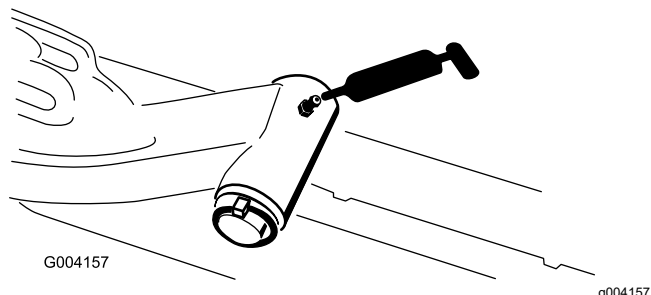

**Figura 66**
- Pivotal pentru cadrul de susinere al unității de tăiere (1 pentru fiecare) - Figura 66